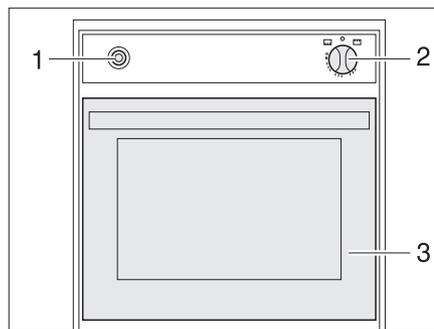

Fig. 127 Four à gaz
- Tourner le bouton tournant (Fig. 127,2) sur la position "0". La flamme s'éteint.
- Ouvrir complètement la porte du four (Fig. 127,3).
- Enfoncer légèrement le bouton tournant (Fig. 127,2) et le mettre sur "🔥" (four).
- Enfoncer le bouton tournant (Fig. 127,2) et le maintenir enfoncé pendant 5 à 10 secondes. Le gaz s'écoule vers le brûleur.
- Appuyer plusieurs fois sur l'interrupteur d'allumage (Fig. 127,1) jusqu'à ce que la flamme se consume.
- Tourner le bouton tournant (Fig. 127,2) sur "0". La flamme s'éteint.